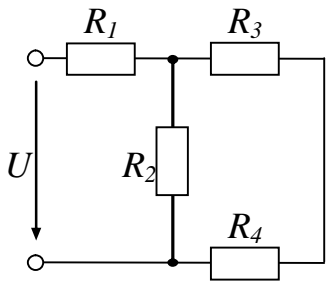
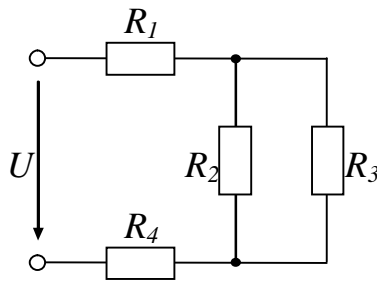
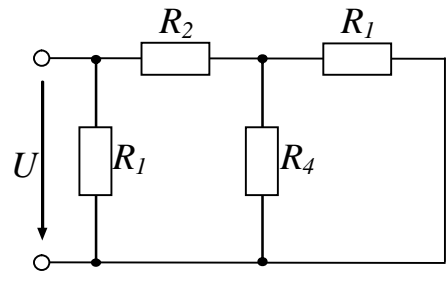
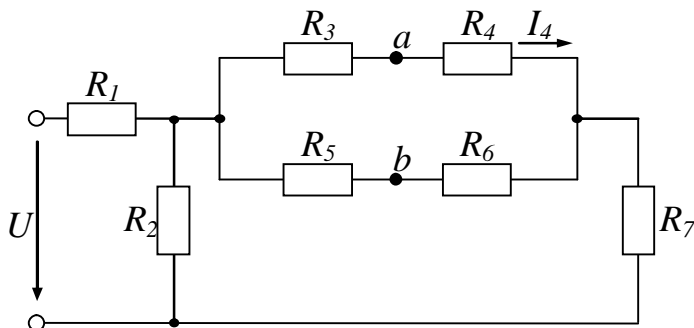

Рис. 1.21
Рис. 1.22
Рис. 1.23
Рис. 1.24
**1.53.** На вхід кола (рис. 1.21) подана напруга 27 В. Визначити струми на всіх ділянках кола і споживану колом потужність, якщо  $R_1 = 40 \text{ Ом}$ ,  $R_2 = 75 \text{ Ом}$ ,  $R_3 = 70 \text{ Ом}$ ,  $R_4 = 80 \text{ Ом}$ .
**1.54.** На рис. 1.22 подана схема електричного кола з джерелом, що має  $U = 50 \text{ В}$ , навантаженим на споживач, що складається з резисторів  $R_1 = 80 \text{ Ом}$ ,  $R_2 = 300 \text{ Ом}$ ,  $R_3 = 700 \text{ Ом}$ ,  $R_4 = 110 \text{ Ом}$ . Визначити струми у всіх вітках.
**1.55.** Для електричної схеми рис. 1.23 задані опори резисторів  $R_1 = R_2 = 25 \text{ Ом}$ ,  $R_3 = 5 \text{ Ом}$ ,  $R_4 = 75 \text{ Ом}$  і вхідна напруга  $U = 105 \text{ В}$ . Визначити провідності й струми у вітках, падіння напруг на всіх ділянках кола і споживану нею потужність.
**1.56.** В електричній схемі рис. 1.24 опори резисторів  $R_1 = 30 \text{ Ом}$ ,  $R_2 = 90 \text{ Ом}$ ,  $R_3 = R_6 = 100 \text{ Ом}$ ,  $R_4 = R_5 = 160 \text{ Ом}$ ,  $R_7 = 50 \text{ Ом}$ . Визначити еквівалентний опір кола, напругу на вході й струми у вітках, якщо  $I_4 = 0,05 \text{ А}$ .
**1.57.** ЕРС, прикладена до входу кола (рис. 1.24),  $E = 250 \text{ В}$ . Опори резисторів  $R_1 = R_5 = 6,5 \text{ кОм}$ ,  $R_2 = 24 \text{ кОм}$ ,  $R_3 = 2,5 \text{ кОм}$ ,  $R_4 = 1,5 \text{ кОм}$ ,  $R_6 = 8,5 \text{ кОм}$ ,  $R_7 = 2 \text{ кОм}$ . Визначити різницю потенціалів між точками  $a$  і  $b$ . Як зміниться ця різниця, якщо замкрити опір  $R_7$ ?
**1.66.** Скільки рівнянь за першим законом Кірхгоффа можна записати для схеми рис. 1.22; рис. 1.23; рис. 1.24.
**1.67.** Скільки рівнянь за другим законом Кірхгоффа можна записати для схеми рис. 1.22; рис. 1.23; рис. 1.24.
**1.68.** Записати в загальному вигляді рівняння за першим і другим законами Кірхгоффа для схеми рис. 1.21; рис. 1.23; рис. 1.24.